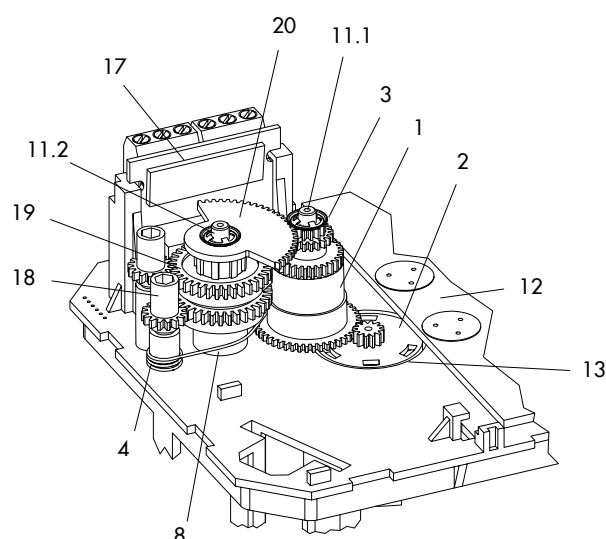

Bild 20: Innenansicht Typ 3374
⇒ Vgl. Bild 20.
11. Nockenträger (20) mit den beiden Schaltnocken (19) entsprechend der Stellung der Antriebsstange nach Bild 20 auf Dom 2 (11.2) aufstecken. Dabei darauf achten, dass der äußerste Zahn des Nockenträgers (20) mit dem Zahnrad des Zwischenrads (1) in Eingriff ist. Auch müssen die Verzahnungen der Einstellzahnräder (18) mit den entsprechenden Zahnrädern der Schaltnocken (19) im Eingriff sein.
12. Nockenträger (20) und Zwischenrad (1) mit Zackenring (3) sichern, Zackenring dazu bis zum Anschlag herunterdrücken.
13. Klemmenplatine (17) unter ca. 45° mit den Schaltern zu den Zahnrädern weisend am Fuß